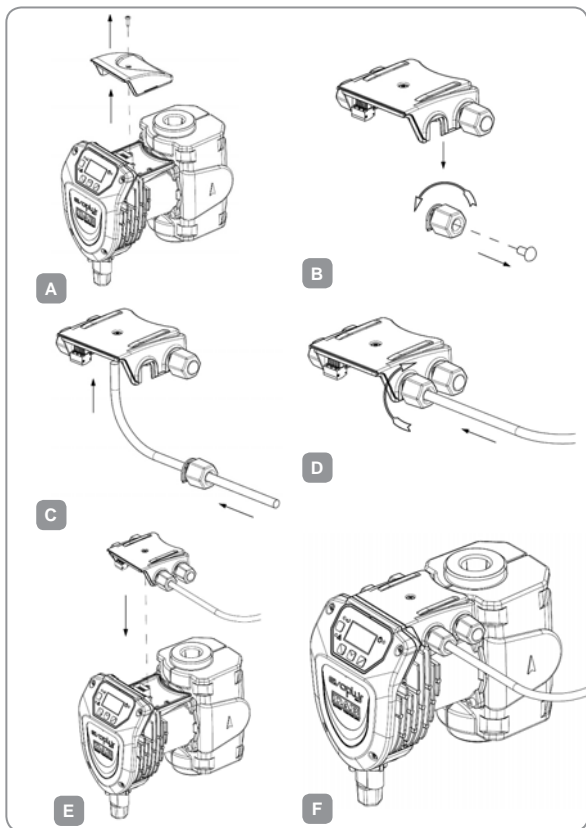

Figure 1: Procédure d'installation des modules d'extension
Pour installer le module d'extension suivre les instructions reportées dans la Figure 1 :
- Enlever le couvercle standard présent sur **EVOPLUS SMALL**. Figure 1 : (A)
- Utiliser un ou plusieurs serre-câbles pour effectuer les connexions électriques au module d'extension. Figure 1 : (B) – (C) – (D)
- Positionner le module d'extension à la place du couvercle standard et refermer. Figure 1 : (E) – (F)